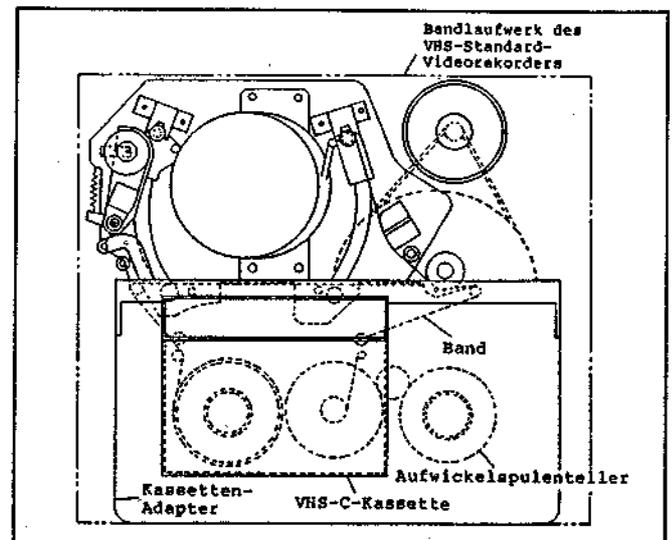
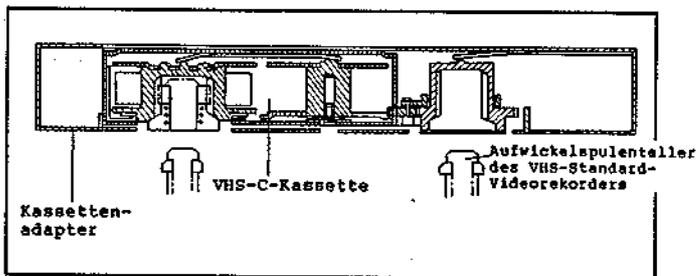

Abb. 1-2 Kassetten-Adapter in Bandlaufwerk eines VHS-Standard-Videorekorders
Abb. 1-3 Kassetten-Adapter
3. Exklusiver Kassetten-Adapter (Abb. 1-2, 1-3)
Für die Verwendung einer VHS-C-Kassette in einem konventionellen VHS-Videorekorder muß die Kassette in den exklusiven Kassetten-Adapter eingesetzt werden. Wird danach der Kassetten-Adapter in einen VHS-Videorekorder eingesetzt, dann wird das Band der VHS-C-Kassette von den Stiften in dem Adapter in eine Position gezogen und in dieser festgehalten, die der Bandposition in einem VHS-Standard-Videorekorder entspricht. Da der Kassetten-Adapter die gleiche Form wie eine VHS-Standard-Kassette aufweist, kann auch die VHS-C-Kassette in einem VHS-Standard-Videorekorder verwendet werden. Ein Beispiel dafür zeigt die Abb. 1-2. Die Vorratsspule der in den Kassetten-Adapter eingesetzten VHS-C-Kassette wird von dem Vorratsspulenteller des VHS-Standard-Videorekorders angetrieben. Der Antrieb der Aufwickelspule erfolgt mit Hilfe des Aufwickelspulentellers des VHS-Standard-Videorekorders und zwar über eine Riemenscheibe und das Aufwickel-Zahnrad in dem Kassetten-Adapter, wie es in Abb. 1-3 dargestellt ist.